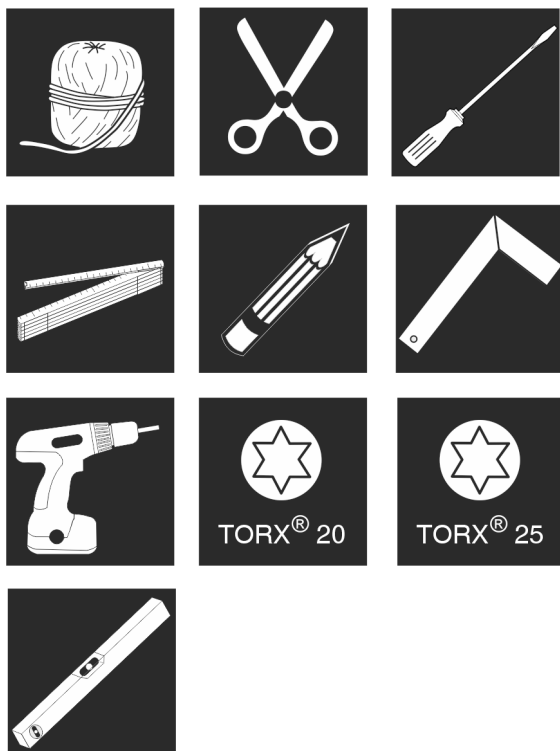

Fig. 9
1. Készítsen elő szerszámot. *Fig. 9 ()*